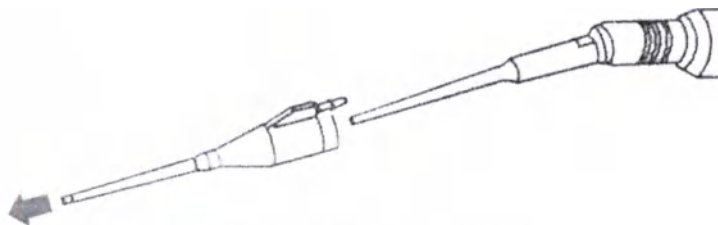

Рисунок 6 – Демонтаж наконечника
1. Ослабить и снять наконечник с крышки рукоятки вручную (рисунок 6).